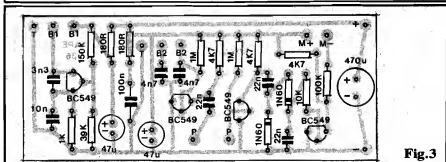

Fig.3
- FIG. 3 - "CHAPEADO" DA MONTAGEM - Placa vista agora pelo seu lado *sem* cobre, com todos os componentes identificados por códigos, valores e estilizações costumeiramente adotadas em